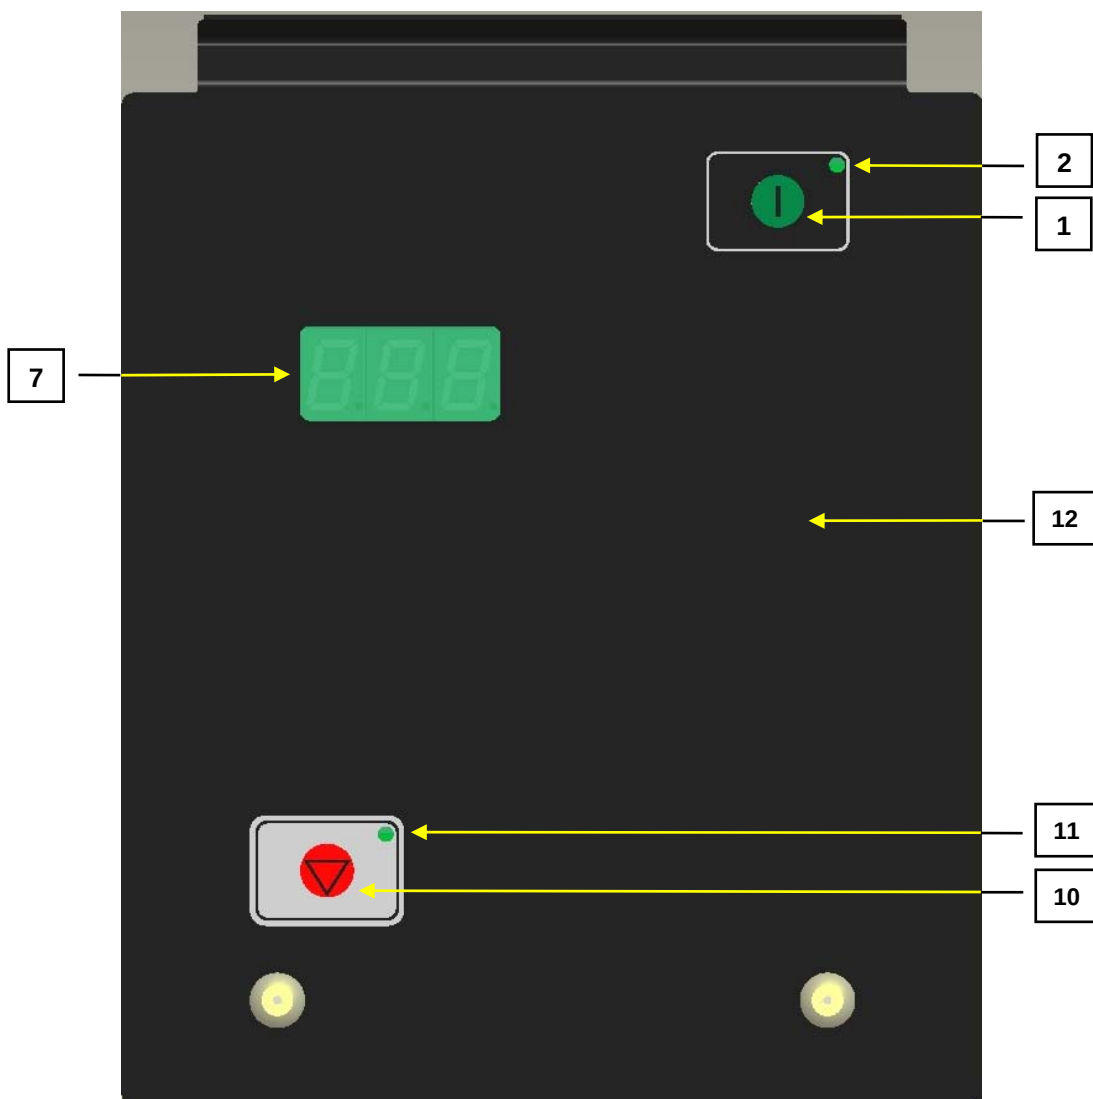

figura 5.2.2.
- La versión COIN y la versión CPS tiene accesibles para usuarios sólo los elementos de mando e información que se presentan en la figura 5.2.2.
- Figura 5.2.2. – teclado, visualización y descripción de funciones para la versión COIN o versión CPS, modelo de usuario.